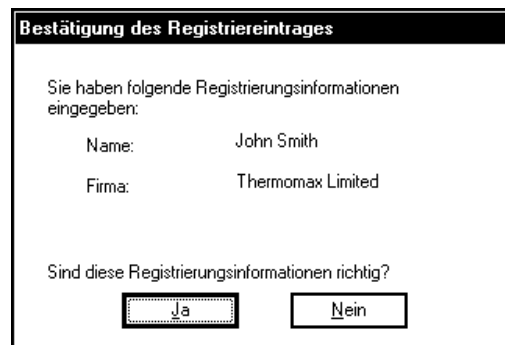

Abbildung 1.6, Bestätigung des Registriereintrages
10. Nachdem gedrückt wurde, wird der Benutzer aufgefordert die eingegebenen Informationen zu überprüfen. Das wird in **Abbildung 1.6** dargestellt.